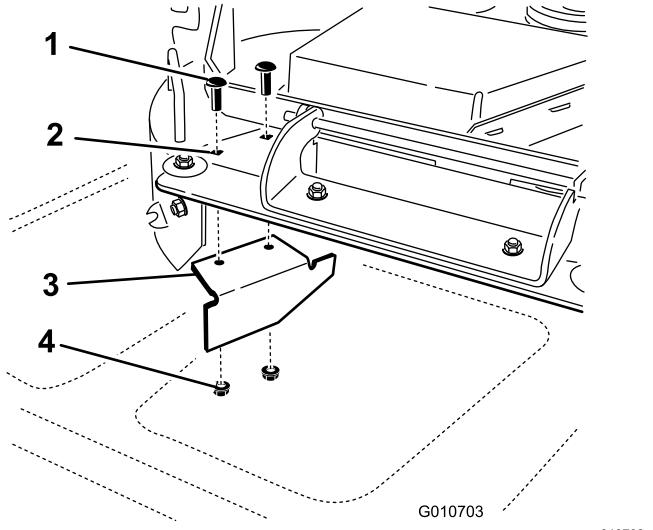

Bild 35
15. Suchen Sie das Versatzablenkblech in den losen Teilen und entfernen Sie die Befestigungen in den hinteren Löchern der Auswurfplatte. Befestigen Sie das Ablenkblech in der Seitenauswurföffnung am Mähwerk (Bild 35).